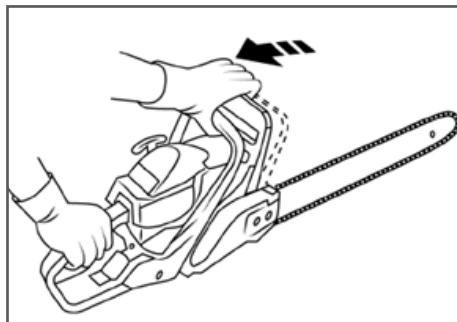

Рис. 2 Отключение тормоза
- Перед установкой шины и цепи убедитесь в том, что тормоз цепи находится в расторможенном положении. Для этого ручку тормоза (Рис. 2) потяните на себя до щелчка.